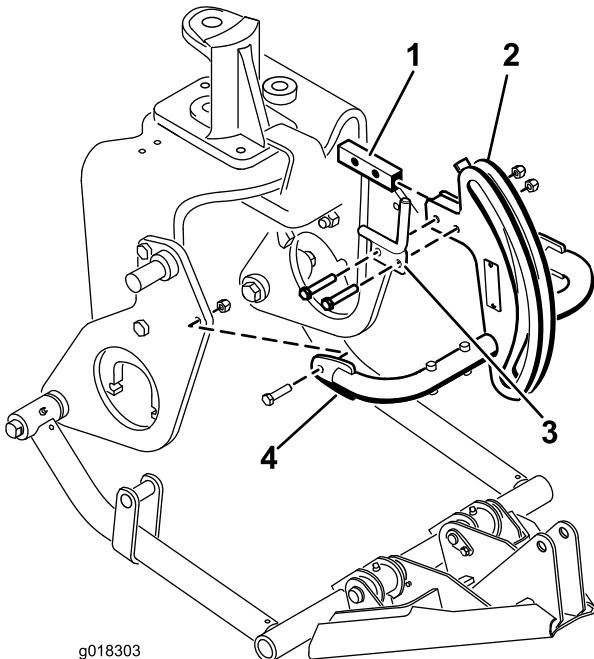

Figura 9
6. Montate la parte superiore del telaio di attacco e la guida del flessibile alla staffa del telaio di attacco con 2 bulloni e dadi (Figura 9).
7. Montare i tubi del telaio dell'attacco di traino sulle piastre dell'aratro con bulloni (3/8 x 1-1/2 pollici) e dadi (Figura 9). Serrare i dispositivi di fissaggio.